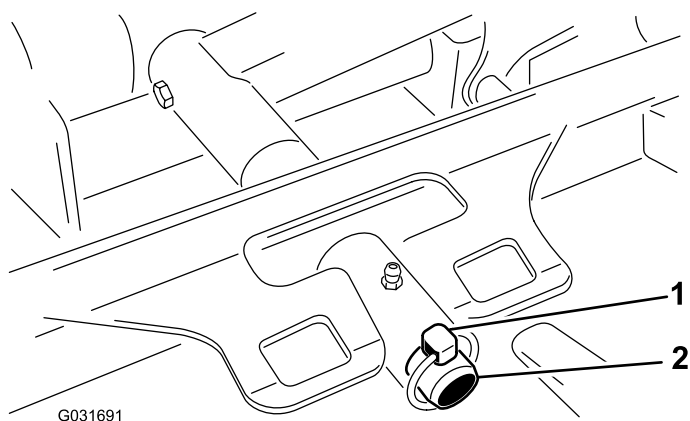

Figure 70
3. Retirez la goupille à anneau qui fixe le bâti porteur du plateau de coupe à l'axe de pivot du bras de levage (Figure 70).
3. Poussez le bâti porteur du plateau de coupe sur la tige de pivot et fixez-le avec la goupille à anneau (Figure 70).